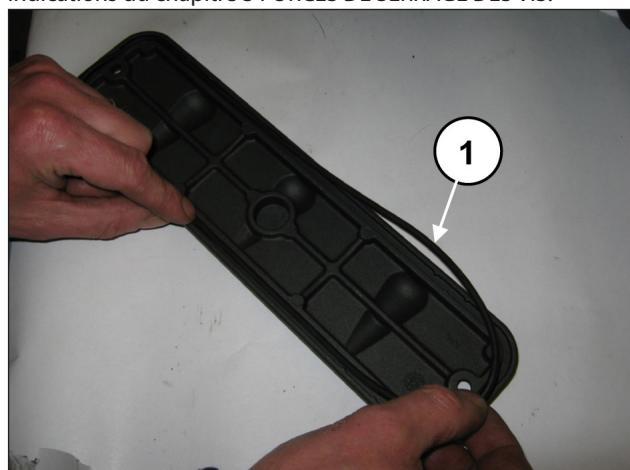
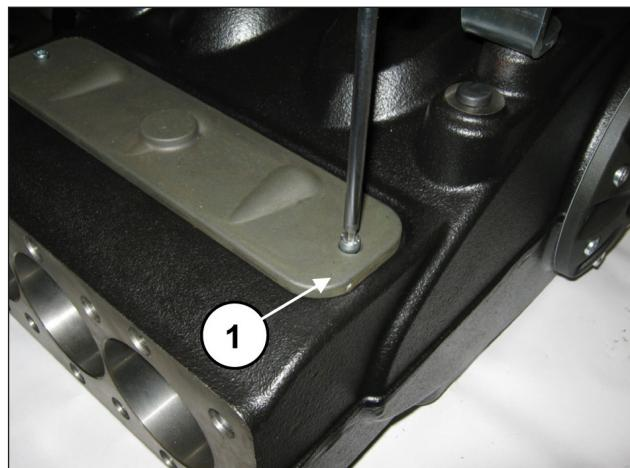

Fig. 93
Fig. 94
Poser les couvercles d'inspection muni de joint torique (rep. ①, Fig. 93) et serrer à l'aide de 2 vis M6x14 (rep. ①, Fig. 94) et 2 vis M6x40.